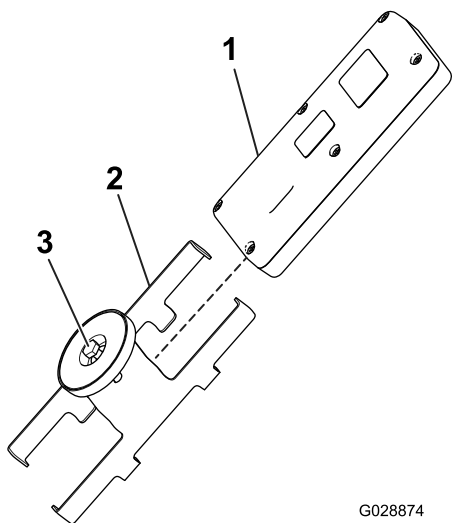

Figura 19
5. Instale o comando remoto no suporte magnético remoto, uma as metades para prender o comando e aperte o parafuso no íman (Figura 19).